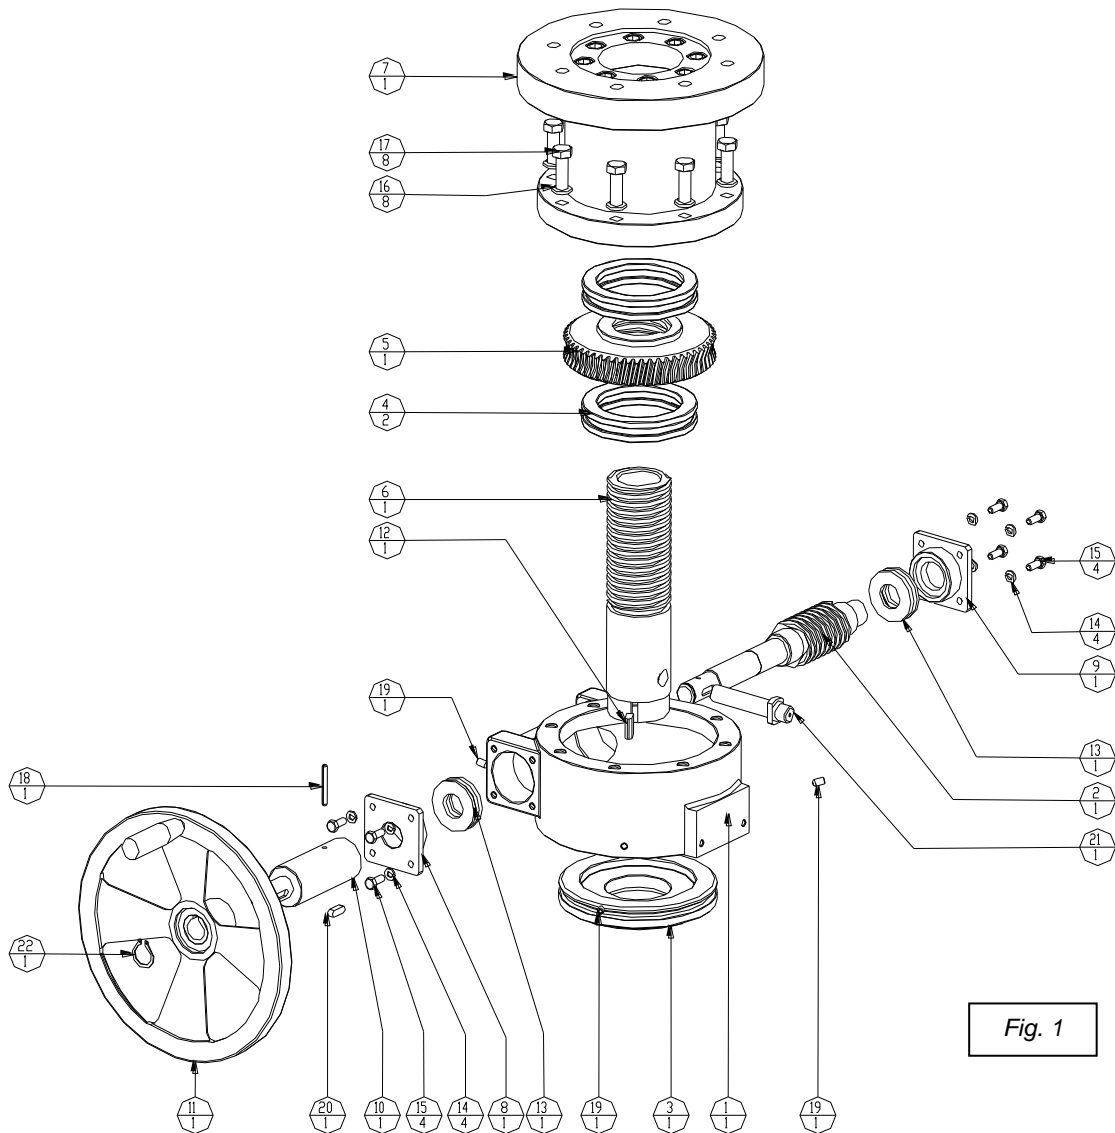

Fig. 1
L'innesto o il disaccoppiamento del comando manuale è estremamente semplice e viene effettuato tramite una spina cilindrica (fig. 1, pos. 21) che rende solidali lo stelo del servocomando con il vitone del comando manuale (pos. 6), che sono fra loro coassiali.
Manual override clutching or disengagement is made by using a cylindrical pin (fig. 1, pos. 21) which makes a rigid connection between the actuator stem and the manual override main screw (pos. 6).
Manual override can be used as travel stop during actuator stem retraction. Rotate the handwheel of manual override (fig. 1, pos. 1) until the main screw (pos. 2) reaches the desired position to limit the stroke. In this way actuator stem (pos. 3) cannot be retracted over mechanical travel stop made by main screw (pos. 2).